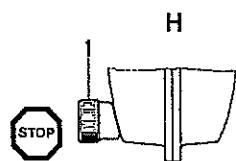
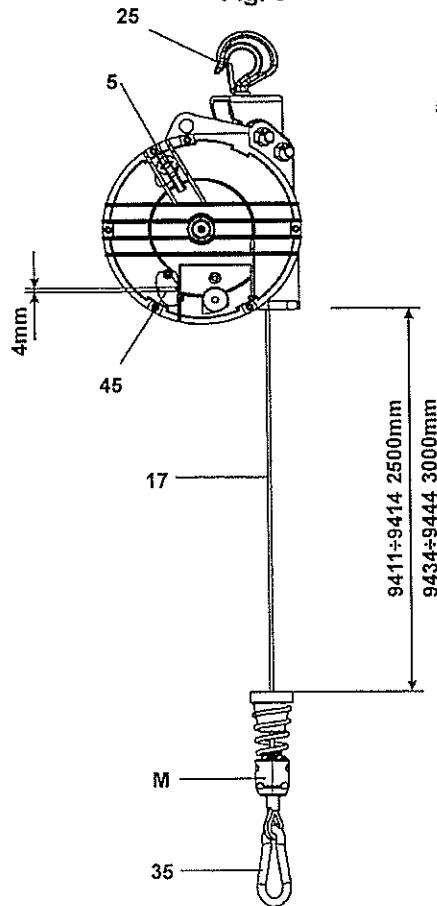

Fig. 5
Fig. 6
NOTE: the balancer stops even if the drum spring is fully discharged: in this condition the head of the charge screw 45 (Fig.5) protrudes approximately 4 mm outside the cap. To restore operating conditions, use the lever 5 (Fig.6) and try to charge the spring as outlined in paragraph "Balancer adjustment" (release lever 5 when the head of the charge screw has re-entered the cap). If the balancer does not release, **DO NOT do anything and contact customer service.**
NOTE: l'équilibrEUR se bloque même si le ressort du tambour est complètement déchargé: dans cette situation, la tête de la vis de tension 45 (Fig.5) dépasse en dehors de la calotte d'environ 4 mm; pour rétablir le fonctionnement, agir sur le levier 5 (Fig.6) et essayer de charger le ressort comme indiqué dans le paragraphe "Réglage de l'équilibrEUR" (relâcher le levier 5 quand la tête de la vis de tension est rentrée dans la calotte); si l'équilibrEUR ne se débloque pas, NE PAS intervenir et contacter le service d'assistance.
- Verificare il movimento libero dell'arresto (L);
- Serrare la vite (18) sul terminale della fune (17) con una coppia di 20 Nm;
- Lubrificare la fune, avvolgerla nelle cave elicoidali del tamburo (16) avendo cura di inserirla nell'arresto (L) e procedere al montaggio;
- Le viti (41) del disco di sicurezza (11) vanno serrate con una coppia di 5 Nm;
- Montare la calotta (6) sull'albero (13), accoppiare alla calotta (19) e chiudere con cura; le viti (43) vanno serrate con una coppia di 3 Nm;
- A montaggio eseguito, caricare la molla del gruppo (16) con la vite (45) tenendo sollevato l'otturatore (9) con la leva (5) finché la testa della vite (45) non rientra nella calotta 6 (Fig. 5);
- Check that the stop (L) is free to move;
- Tighten the screw (18) at the end of the cable (17) with a torque of 20 Nm;
- Lubricate the cable, wind it in the drum's helical slots (16), carefully insert it in the stop (L) and assemble;
- Tighten the screws (41) of the safety disc (11) with a torque of 5 Nm;
- Fit the cap (6) on the shaft (13), couple it to the cap (19) and close carefully. Tighten the screws (43) with a torque of 3 Nm;
- Once done, charge the spring of the group (16) with the screw (45). Keep the shutter (9) raised, using the lever (5), until the screw head (45) re-enters the cap 6 (Fig. 5);
- Vérifier le mouvement libre de l'arrêt (L);
- Serrer la vis (18) sur l'embout du câble (17) au couple de 20 Nm;
- Lubrifier le câble, l'enrouler dans les gorges hélicoïdales du tambour (16) en veillant à l'introduire dans l'arrêt (L) et procéder au montage;
- Les vis (41) du disque de sécurité (11) doivent être serrées au couple de 5 Nm;
- Monter la calotte (6) sur l'arbre (13), accoupler à la calotte (19) et bien fermer; les vis (43) doivent être serrées au couple de 3 Nm;
- Une fois le montage effectué, charger le ressort du groupe (16) avec la vis (45) en maintenant l'obturateur (9) levé avec le levier (5) jusqu'à ce que la tête de la vis (45) rentre dans la calotte 6 (Fig. 5);